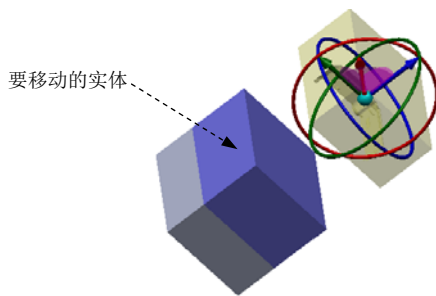

图 10.2.19 要移动的实体
Step2. 选取移动对象。选取图 10.2.19 所示的型腔作为要移动的实体。